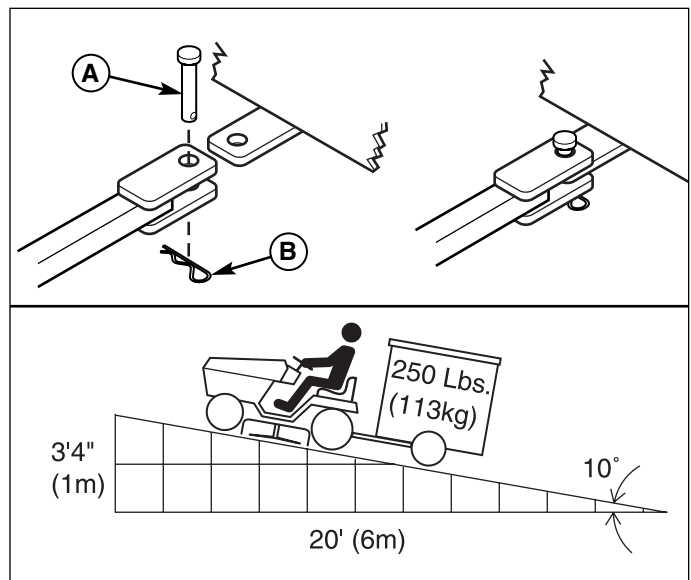

Figure 8. Poids de remorque conseillé
L'effort de traction horizontal maximum admissible est de 280 N. L'effort de traction vertical maximum est de 160 N. Ceci correspond à une remorque de 113 kg (250 lb.) sur une pente de 10 degrés. Attacher la remorque avec une broche à épaulement (A, Figure 8) et une goupille (B) de calibre suffisant.